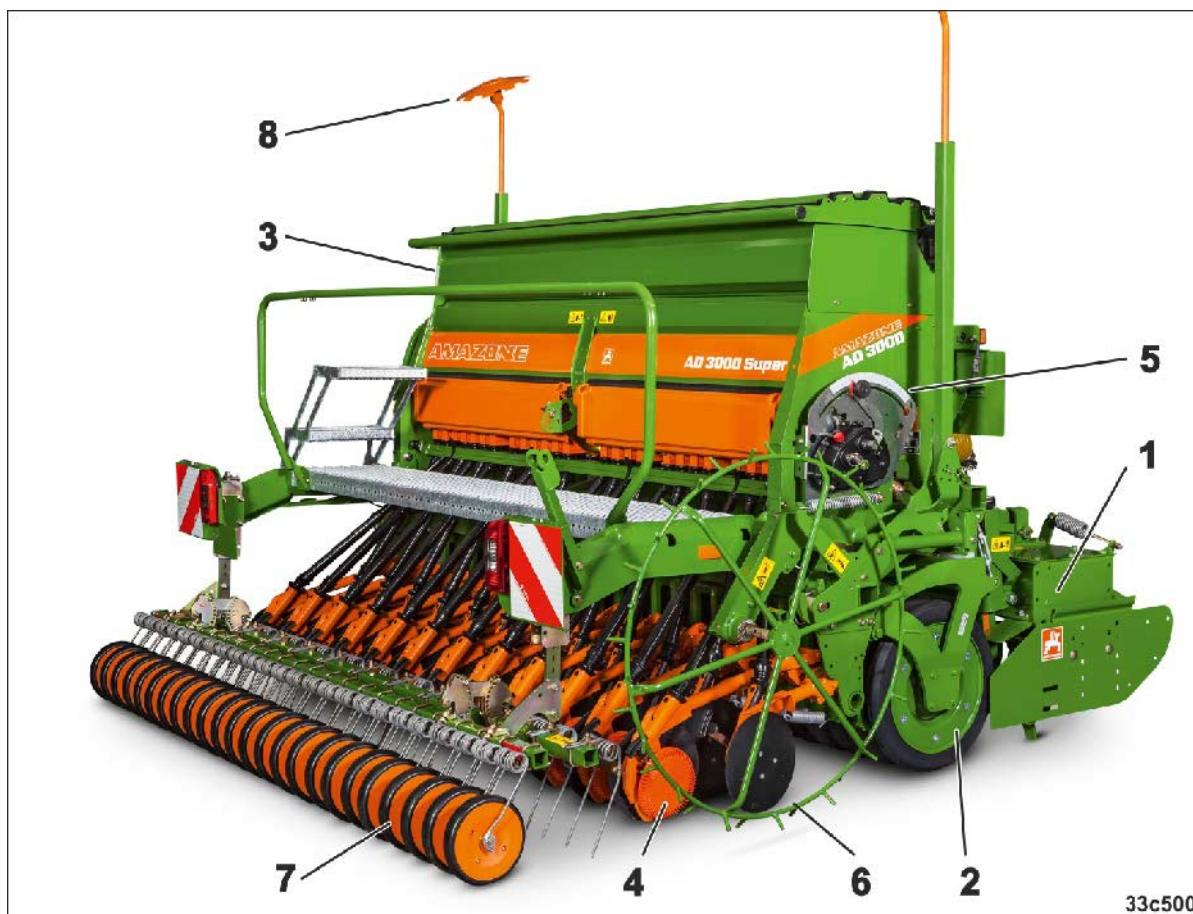

Fig. 32
Såsæden transporteres med i såsædsbeholderen (Fig. 32/3).
Den såsæd, der uddoseres i såhjulenes såhuse, falder ned i den fure, som skærene laver (Fig. 32/4). Såhjulene drives via variogæret (Fig. 32/5) af halehjulet (Fig. 32/6).
Såsæden dækkes med løs jord af præcisionsharven, tallerkenharven (Fig. 32/7) eller harven med slæbeskær.
Spormarkørerne (Fig. 32/8) i midten af traktoren markerer indkørslen til marken.
RoTeC-Control-skærene (Fig. 32/4) gør det muligt at så i stubbearbejdet jord, også på marker med store mængder halm og planterester. Udformningen af sårillen og den optimale skærføring i jorden skyldes på den ene side såskiven og på den anden side en robust enhed af hårdt støbejern. Den elastiske skive er af plast, hvilket forhindrer, at jorden bliver hængende på såskiven, der danner sårillen. Det høje skærtryk og understøtningen af plastsken sikrer, at skæret kører roligt, hvilket sikrer præcis sådybde.
- AMAZONE-rotorgrubber (Fig. 32/1) eller
og ringvalse (Fig. 32/2) eller tandpakkervalse.